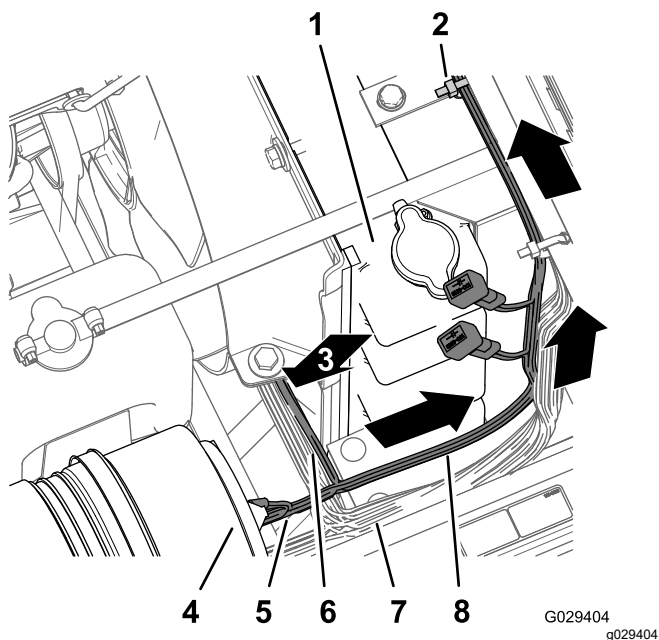

図 11
1. 仕上げキットのハーネスを車両前方へ導くROPSの間を通し、液剤タンクの下の方角部から、車両用のワイヤハーネスに沿って、エアクリーナの下を通してエンジンへ導く 図 10 と 図 11。
- エンジンルーム用の 197cm の枝 リング端子、ソケット端子、5ソケットコネクタがついている を、ラジエターの右側に沿って上方へ導き、ラジエター上部に沿って中央コンソールのベース部の下まで導く 図 11。